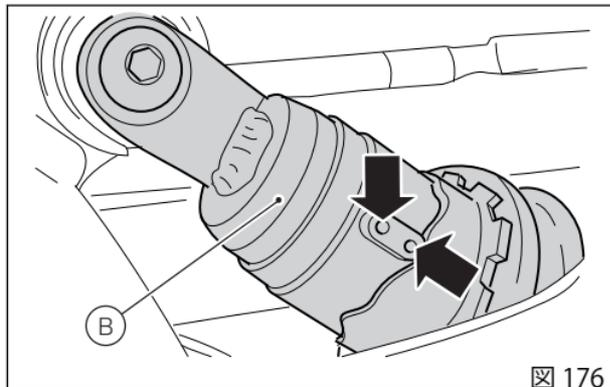

図 176
チェーン張力値は、リアショックアブソーバー (B) が初期状態、すなわちすべて緩めた位置から2クリックの状態にある場合にのみ有効です ((図 176) 参照)。